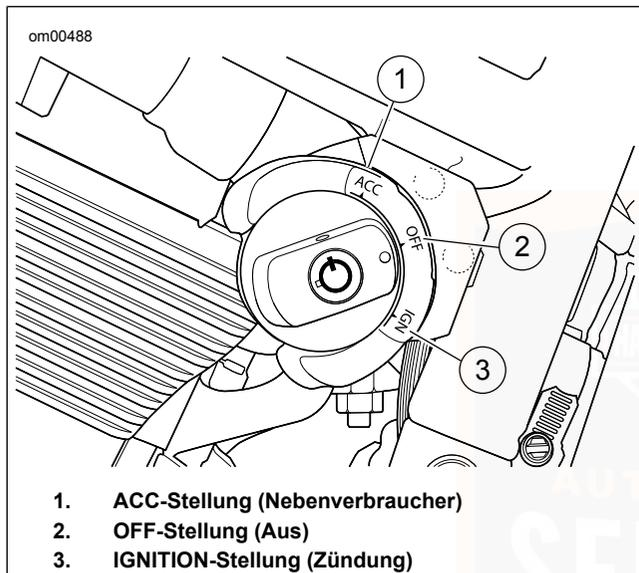

Abbildung 4. Zündschalter
Siehe Abbildung 4. Den Schalter mit dem Zündschlüssel entsperren und den Schalter in die gewünschte Position drehen.
2. Siehe Abbildung 4. Den Zünd-/Scheinwerferschalter auf IGNITION (Zündung) drehen und den ANLASSERSCHALTER drücken, um den Anlassermotor zu betätigen.
2. Siehe Abbildung 4 . Den Zündschlüssel nach links auf OFF (Aus) stellen, um die Zündung ganz AUSZUSCHALTEN.